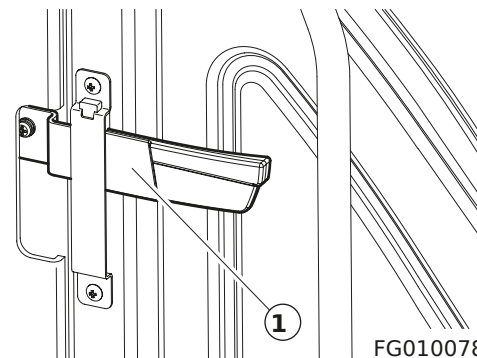

Figura 71
2. Para liberar la puerta desde el lateral de la cabina, empuja el pestillo palanca (1, Figura 71) hacia abajo. La palanca del pestillo está a la izquierda de el asiento del operador.